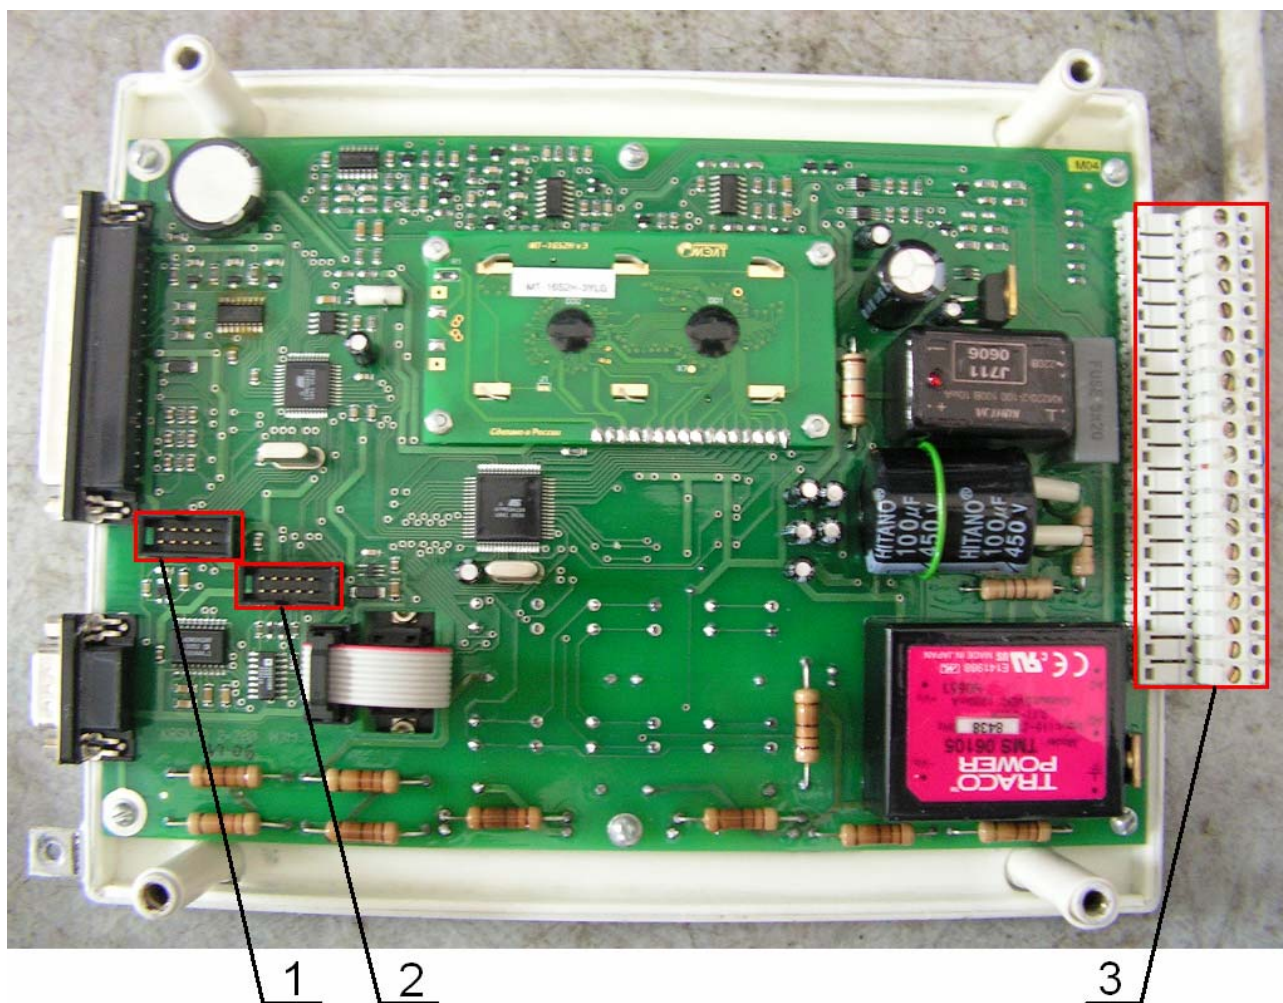

Рис. 1 – Вид обратной стороны КСУ Каскад 2-200 при снятой крышке.
3.2 Подключить соединительный кабель к COM1-порту персонального компьютера с одной стороны, к разъему для перепрограммирования микросхемы АТmega128 (позиция 2) с другой стороны (рисунок 1).
3.3 Подключить КП к КСУ (см. рисунок 1, позиция 3).
3.14 Отключить СК от разъема на КСУ (см. рисунок 1, позиция 2).
3.15 Подключить СК в разъем для перепрограммирования микросхемы ATmega8535 (см. рисунок 1, позиция 1).
3.19 Отключить СК от разъема на КСУ (см. рисунок 1, позиция 1).
3.20 Подключить СК в разъем для перепрограммирования микросхемы ATmega128 (см. рисунок 1, позиция 2).